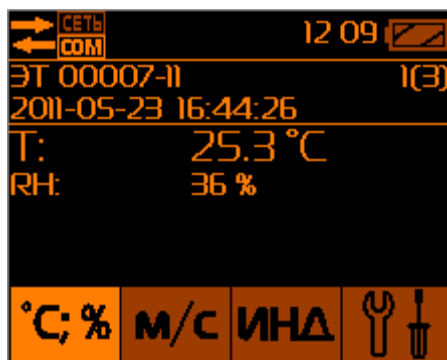

Рис.10 – Меню выхода в режим измерений из режима просмотра памяти БОИ-01
2.4.6. **Выход из режима просмотра памяти** измеренных данных температуры и влажности в меню выбора номера сессии сохранённых данных (Рис.10) осуществляется нажатием кнопки «□».